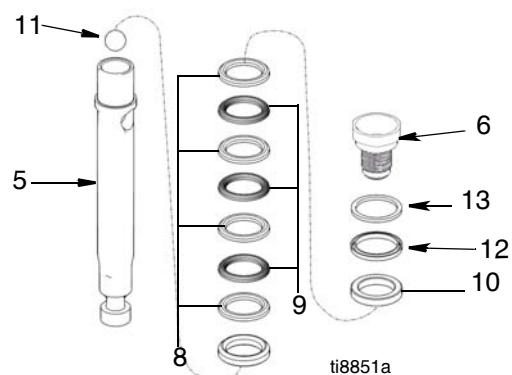

Рис. 7
7. (Рис. 7) Снимите уплотнение и сальники со штока поршня. Учитывайте ориентацию для последующей установки.